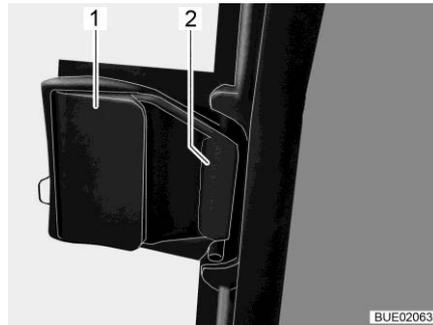

Fig. 117 Ventana corredera, bloqueada
- Tirar del elemento de desbloqueo (Fig. 117,1). El pestillo (Fig. 117,2) se abre.